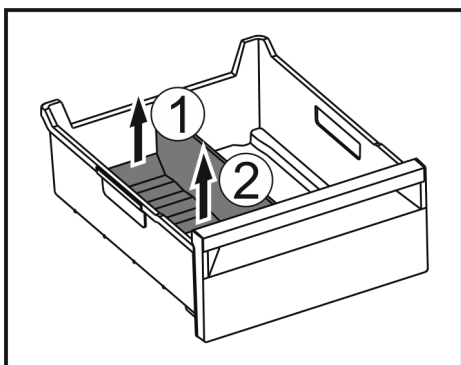

Fig. 145
- ▶ Levantar la parte posterior del separador para congelador. Fig. 145 (1)
- ▶ Extraer el separador para congelador hacia arriba. Fig. 145 (2)